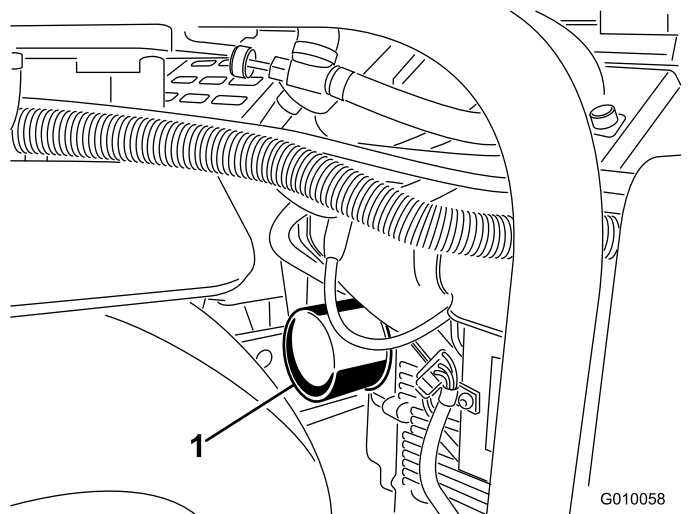
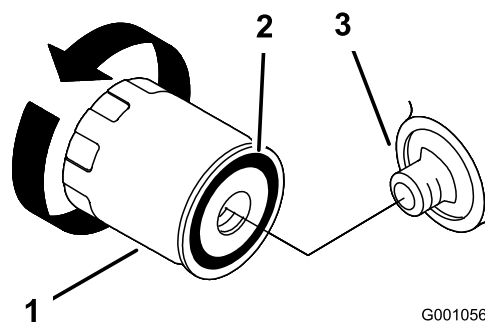

Рисунок 46
Рисунок 47
- Для сбора масла разместите под фильтром мелкий поддон или ветошь (Рисунок 46).
- Извлеките старый фильтр (Рисунок 46 и Рисунок 47) и протрите поверхность прокладки переходника фильтра.